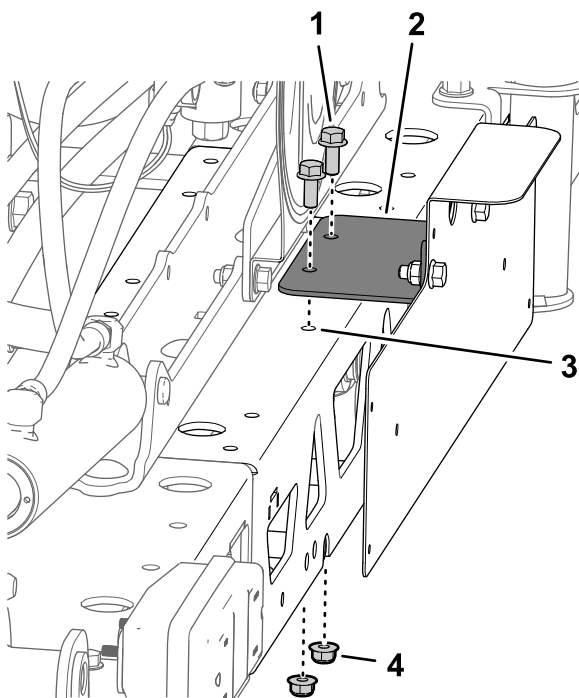

Bild 53
3. Fluchten Sie die Löcher in der Stützhalterung mit den Löchern im Träger des mittleren Auslegerabschnitts aus (Bild 53).
4. Befestigen Sie die Stützhalterung mit zwei Bundkopfschrauben (5/16" x 3/4") und zwei Sicherungsbundmutter (5/16") Träger des mittleren Auslegerabschnitts (Bild 53).